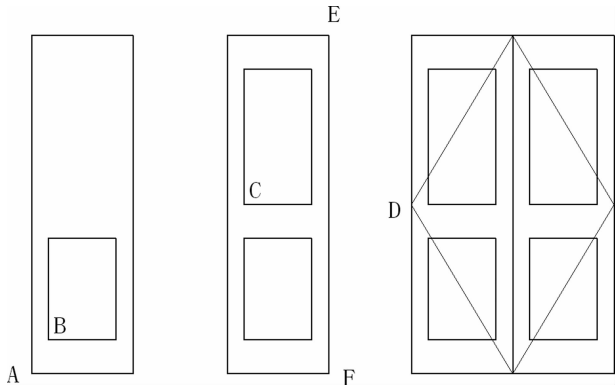

图 2-60 门的绘图过程
- (1)新建图形文件。
- (2)新建“粗实线”和“细实线”图层。
(3)在“粗实线”图层,首先绘制 $600\times 2\,000$ 的矩形,再绘制 400×600 的小矩形,选择“捕捉自”命令,以点 A 为基点,偏移“@100,200”;确定点 B,然后输入相对坐标“@400,600”,使用同样的方法绘制 400×800 的小矩形,镜像单扇门得双扇门。绘制过程如图 2-60 所示。